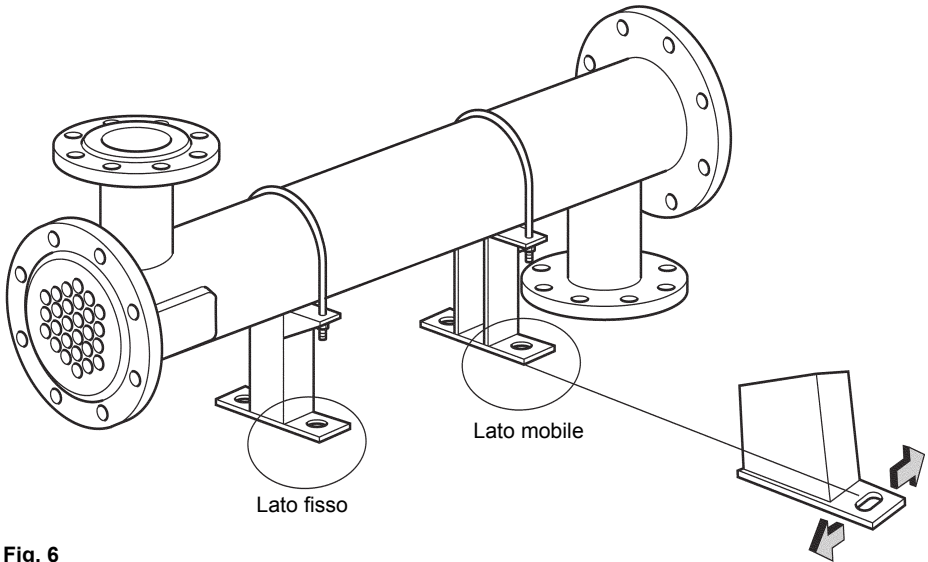

Fig. 6
4.7 Lasciare allentati i bulloni delle selle su un lato dell'unità, per consentirne l'espansione libera (Fig. 6)